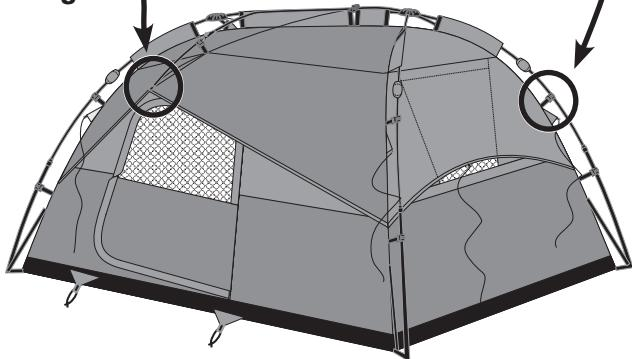

Fig. 8
- Verify the clips along the edges of the tent are properly attached to the frame poles. (Fig. 8)
- Detach the clips from ridge pole. (Fig. 8)
- Vérifiez que les crochets des bords de la toile soient convenablement attachés aux montants de l'armature. (Fig. 8)
- Détachez les crochets de corniche. (Fig. 8)